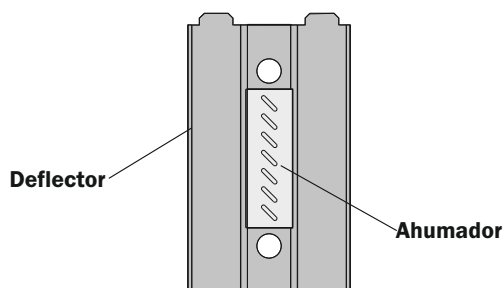

Fig.2
-Cada quemador posee un Deflector que permite **disipar el calor para una cocción más pareja**. Sobre uno de los Deflectores se puede colocar el accesorio **Ahumador**, el cual antes de encender la Parrilla **se apoya en el centro del mismo como se muestra en la Fig.2**. Previamente se colocan las virutas de maderas humedecidas dentro del Ahumador y se cierra con la tapa.